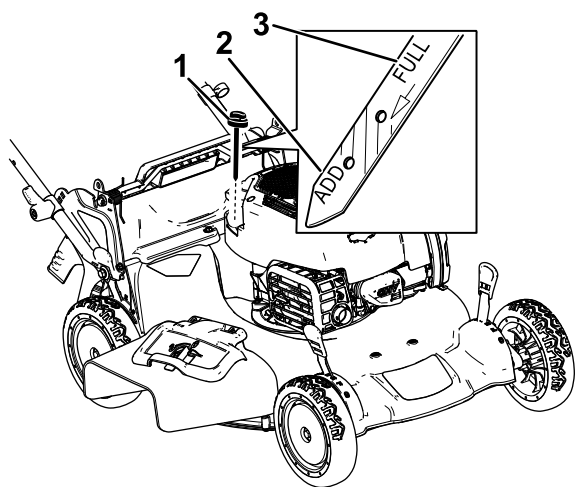

Рисунок 31
3. Выньте масломерный щуп, повернув крышку против часовой стрелки и вытянув ее (Рисунок 31).
10. Определите уровень масла по отметкам на щупе (Рисунок 31).